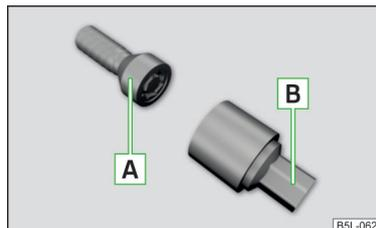

Abb. 166
Die Anti-Diebstahl-Radschrauben schützen die Räder vor einem Diebstahl. Diese lassen sich ausschließlich mit dem Aufsatzstück **[B]** » Abb. 166 lösen/festziehen.
- › Das Aufsatzstück **[B]** » Abb. 166 bis zum Anschlag auf die Anti-Diebstahl-Radschraube **[A]** stecken.
- › Den Radschlüssel bis zum Anschlag auf die Radschraube stecken. Für die Anti-Diebstahl-Radschrauben das zugehörige Aufsatzstück verwenden » Abb. 166 auf Seite 148.